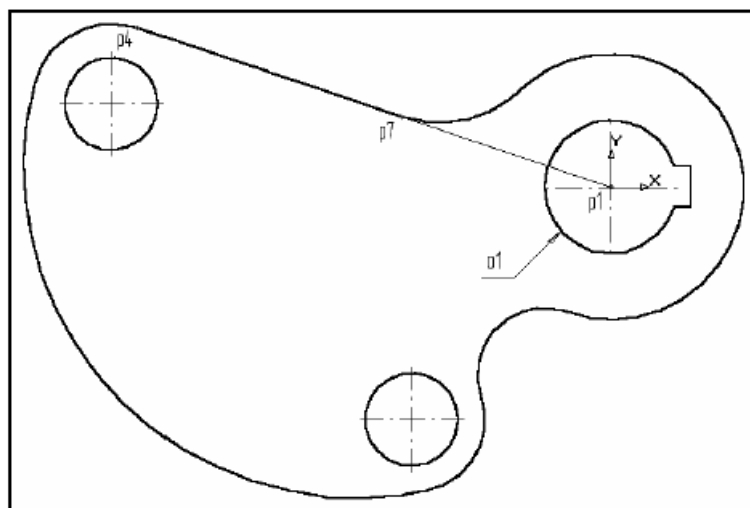

Рис. 3.13
28. Отобразите документ целиком щелчком на кнопке **Показать все**  на Панели управления, рис. 3.13.